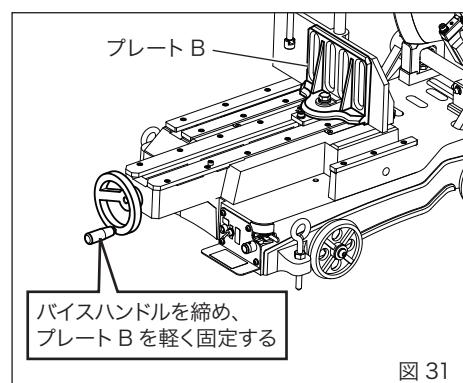

図 31
5. 切断終了（図 31）
- ①プレート B がプレート A に当たる状態にし、バイスノブを軽く時計方向に回して固定します。
- ②上クランプの蝶ねじを締めて上クランプを固定します。